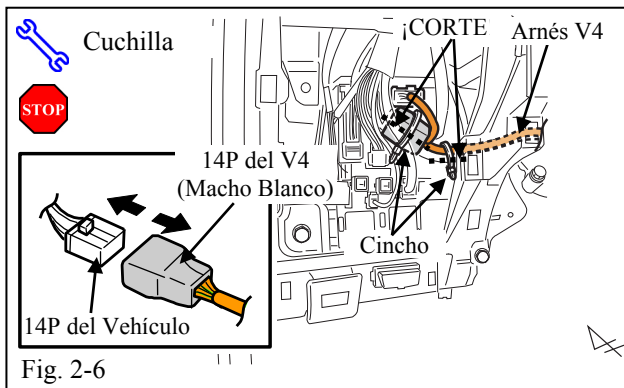

Fig. 2-6
- (h) Corte los 2 Cinchos que sujetan los Conectores 14P y el Arnés V4. (Fig. 2-6)
- (1) No corte ningún cable.
- (i) Desenchufe el Conector del Vehículo 14P del Conector V5. (Fig.2-6)